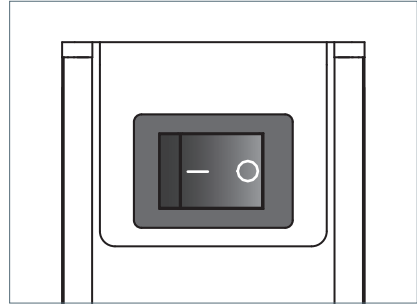

Fig. 4: Schakelaar.
- ▶ Druk op de schakelaar, zie Fig. 4.